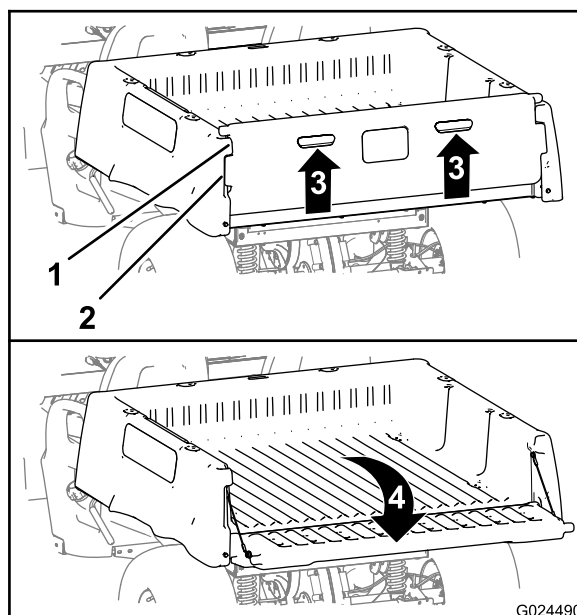

Figura 12
2. Tire hacia arriba del portón usando los tiradores del panel trasero (Figura 12).
3. Alinee las pestañas de bloqueo del portón trasero con los huecos situados entre las pestañas de la caja de carga (Figura 12).
4. Gire el portón trasero hacia atrás y hacia abajo (Figura 12).
6. Gire el portón hacia arriba y hacia adelante hasta que las pestañas de bloqueo del portón trasero estén enrasadas con el hueco de la caja de carga (Figura 12).
7. Baje el portón hasta que quede asentado en la parte trasera de la caja de carga (Figura 12).